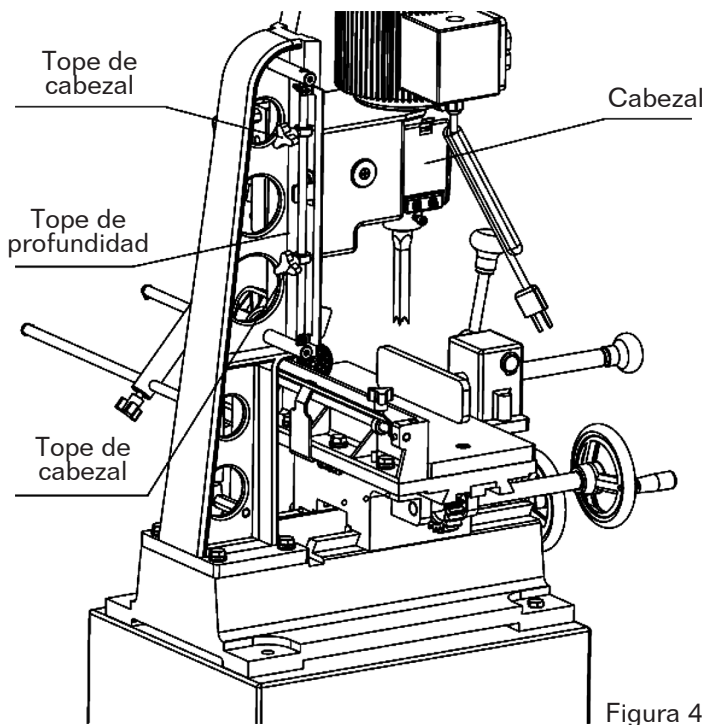

Figura 4
1. Ajuste el tope de profundidad a la profundidad de corte requerida. Consulte la figura 4.